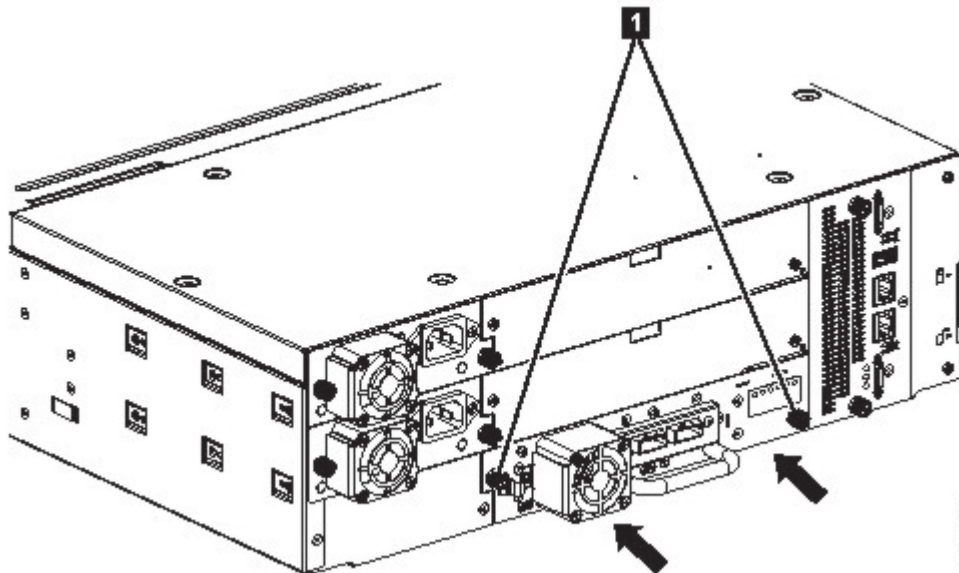

図 61. テープ・ドライブの取り付け
3. テープ・ドライブが固定されるまで、拘束つまみねじ (図 61 の **1**) を指で締めます。